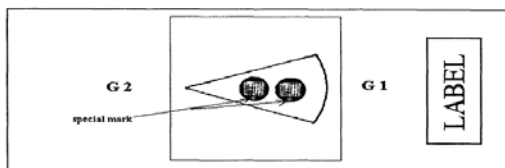

fig.1 スライドを試料台に置く時の正しい方向
- fig.1 のようにラベルを右にしてスライドを置く。
- G1・G2 の位置を見る。ラベルに近いほうが G1、その左側が G2。視野指定領域を示すマークは fig.1 のようにフィルター切片の下側にある。
- fig.1 の方向にして試料台にスライドを置く。